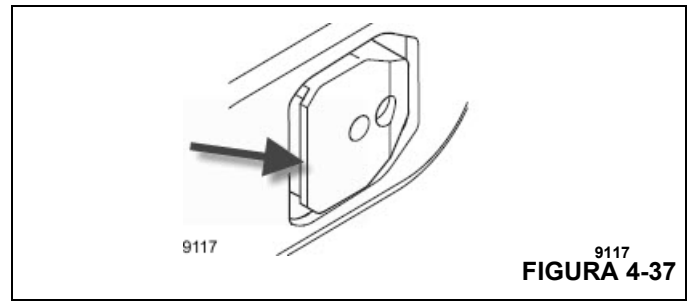

FIGURA 4-37
- Suponiendo que se requiere que la sección de pluma esté bloqueada, es importante saber que hay algunas fases del movimiento automatizado para bloquear la sección de pluma. En particular, la Figura 4-37 muestra que existe “reborde” en los pasadores de la sección de pluma (indicados por la flecha en la figura). La primera fase para el bloqueo de la sección de pluma es liberar/extender los pasadores en el agujero/recorte en la sección de pluma incluida. Si esto se logra exitosamente, hay una segunda fase de movimiento automatizado para colocar la sección de pluma en la superficie nivelada apropiada de los pasadores que está próxima al reborde. En una fase final, se confirma que el pasador está enganchado y que la sección de pluma bloqueada por el sistema de control de la grúa comanda al cilindro telescópico para que se retraiga y, luego, revisa que no haya movimiento de pluma. Si no hay movimiento, se confirma que está bloqueada.
- El operador puede usar el controlador en la dirección de retracción por al menos un segundo y, luego, comenzará el movimiento automatizado para desbloquear la sección de pluma (T5 en el ejemplo). Es importante saber que hay dos fases para desbloquear una sección de pluma. Como se mencionó anteriormente, y se muestra en la Figura 4-37, hay un reborde en los pasadores de la sección de pluma. Por lo tanto, la primera fase del movimiento automatizado es elevar la sección de pluma para tener una holgura en este reborde. Después de completar la elevación, se retraen los pasadores. Ahora puede retraerse la sección de pluma.